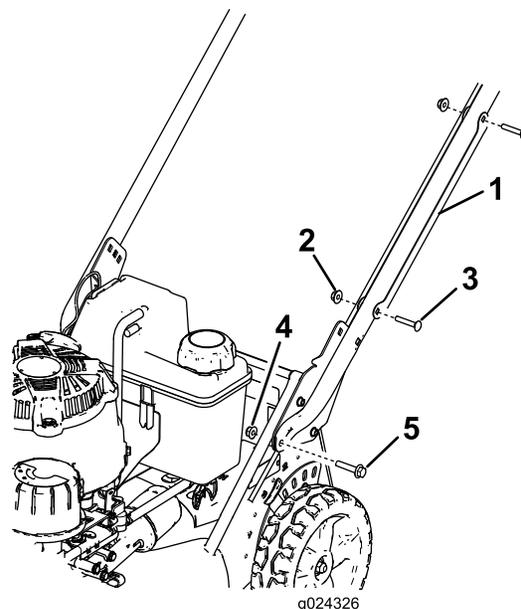

Figure 3
1. Retirez les 2 boulons de carrosserie et les 2 contre-écrous qui fixent le protège-câble au guidon et déposez le protège-câble du guidon (Figure 3).
2. Fixez les extrémités du guidon au carter de la tondeuse au moyen de 2 boulons à tête-embase hexagonale (5/16 x 1-1/2 po) et de 2 écrous à embase (5/16 po), comme montré à la Figure 3.
guidon au moyen des 2 boulons de carrosserie et des 2 contre-écrous retirés précédemment (Figure 3).